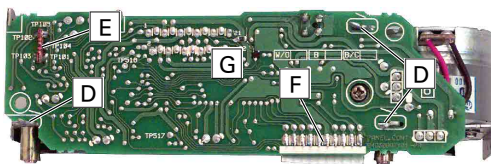

Fig. 2.3
2.1 Leiterplatte **G (Fig. 2.3) ausbauen**
2.1 Removing PCB **G (Fig. 2.3)**